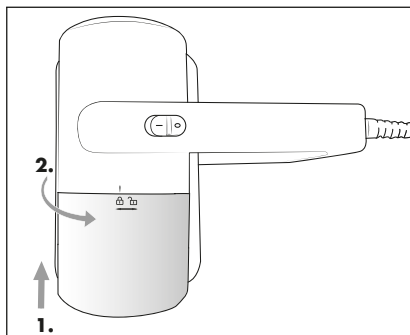

Fig. 9
- 8) Coloque o reservatório de pó ❸ no aparelho, de modo que a marcação no aparelho fique sobre o símbolo  (aberto). Rode o reservatório de pó ❸ no sentido dos ponteiros do relógio, até a marcação no aparelho ficar sobre o símbolo  (fechado) (fig. 9).